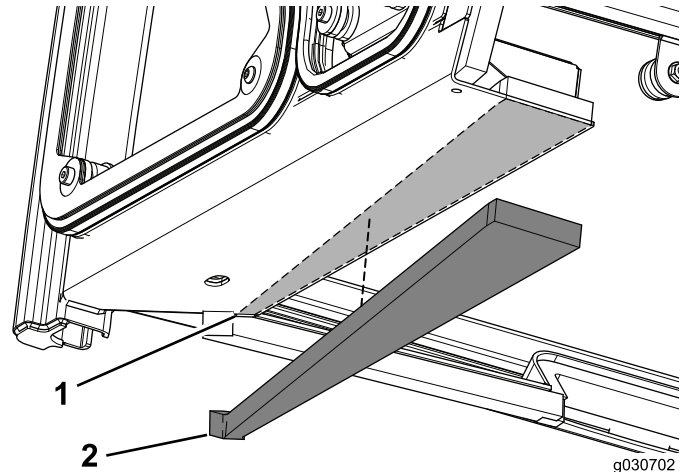

Figura 12
1. Aplique la junta de espuma izquierda a 3 mm aproximadamente del borde de la sección delantera izquierda de la cabina (Figura 12).